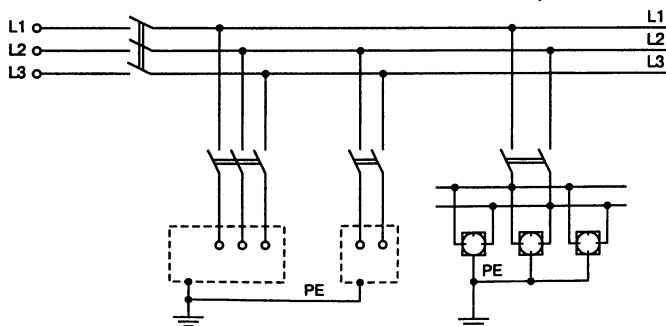

Рис. 5.46. Система IT
**Системы IT (рис. 5.46)**, как правило, не должны иметь нулевого рабочего проводника. Однако в случаях применения системы IT с нулевым рабочим проводником необходимо предусматривать устройства обнаружения сверхтока в нулевом проводнике каждой цепи с воздействием на отключение всех проводников соответствующей цепи, находящихся под напряжением, включая нулевой рабочий проводник.